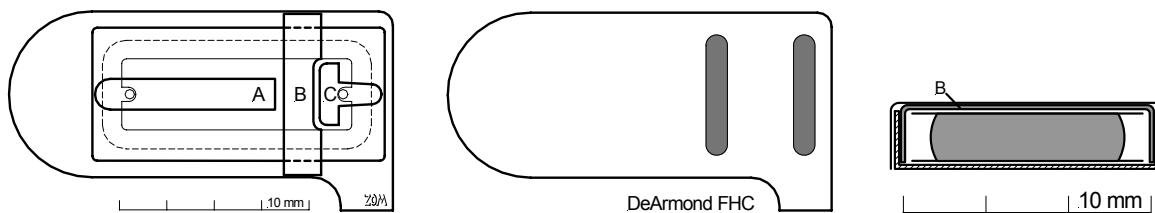

Abb. 5.4.42: DeArmond FHC (US-Patent 2,455,046).
Harry DeArmond (Ohio) war einer der Tonabnehmer-Pioniere: Schon in den Dreißigerjahren entwickelte er Magnettonabnehmer, die er über seinen Geschäftspartner H. Rowe an viele Gitarrenhersteller verkaufte. Üblich waren zu jener Zeit Flattop- und Archtop-Akustikgitarren, die dann mit einem Tonabnehmer elektrifiziert wurden. Hatten sie ein rundes Schallloch, wurde der Tonabnehmer in diesem montiert, hatten sie F-Löcher, musste ein möglichst flacher Tonabnehmer zwischen Decke und Saiten montiert werden (z.B. am Schlagbrett, oder am Halsende). DeArmonds **FHC** war auf einen zu den Saiten parallel laufenden Stahlstab aufgesteckt – so konnte seine Position zwischen Halsende und Steg verändert werden. Eine Schwierigkeit bei der nachträglichen Elektrifizierung betraf die individuelle Saitenlautstärke: Bei den damals verwendeten "Schlaggitarren" kamen zwar schon Stahlsaiten zum Einsatz, die unteren 4 Saiten (EADG) waren aber mit Messing oder Bronze umsponnen. Da bei ihnen nur der dünne Stahlkern magnetisch wirksam ist, erzeugen sie an einem Magnettonabnehmer viel weniger Spannung als die beiden massiven Diskantsaiten (Kap. 3). DeArmond löste dieses Problem durch eine sehr spezielle Magnetkonstruktion, die er sich sogar patentieren lies: Der in der Spule liegende Balkenmagnet ist nicht durchgängig, sondern unter der H-Saite unterbrochen. Über der Spule wirken zwei ferromagnetische Blechstreifen feldfokussierend (A, C, **Abb. 5.4.42**), zusätzlich schwächt eine Blechbrücke (B) das Magnetfeld ab.